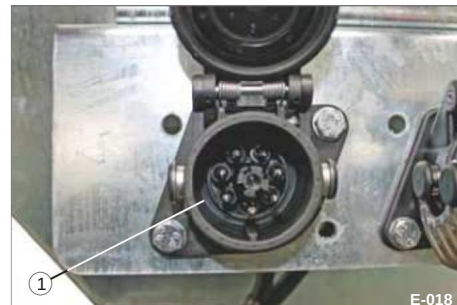
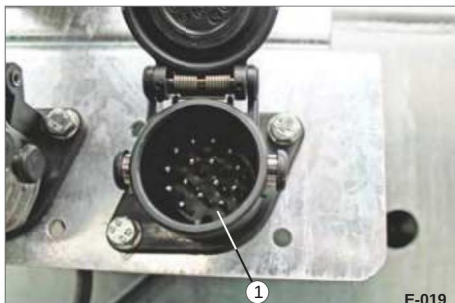

Bild 19 EBS/ABS-uttag nedre vänster
Bild 20 Eluttag nedre höger
• Sätt i önskad 12 V- eller 24 V-kontakt i de nedre multivoltsuttagen (bild 19/1 och bild 20/1) på konsolen.